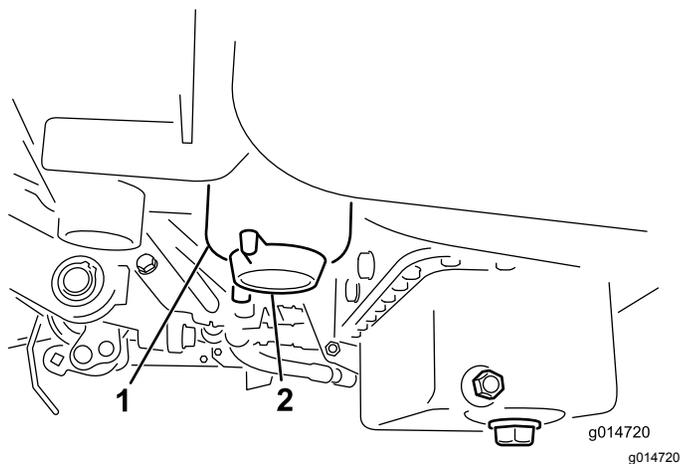

图48
2. 清洁滤清器过滤筒的安装区域 图48。
4. 打开滤清器排油塞 图48。